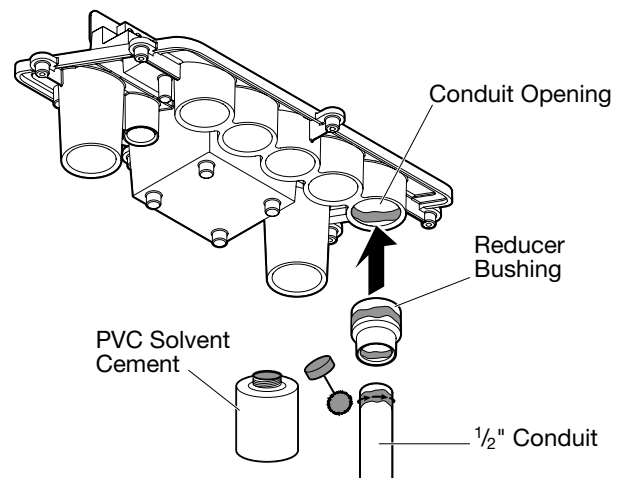

FIG. 7. Using 1/2" Conduit
c. For 1/2" conduit (See FIG. 7):